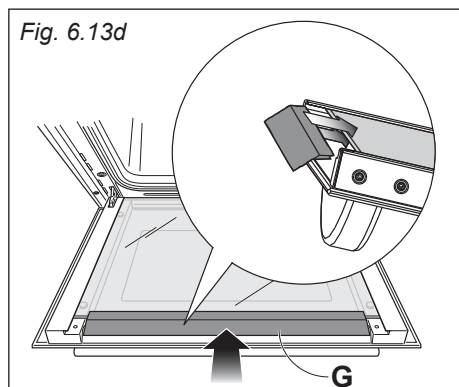

Fig. 6.13d
- Rimontare correttamente il profilo superiore "G" della porta (fig. 6.13d).